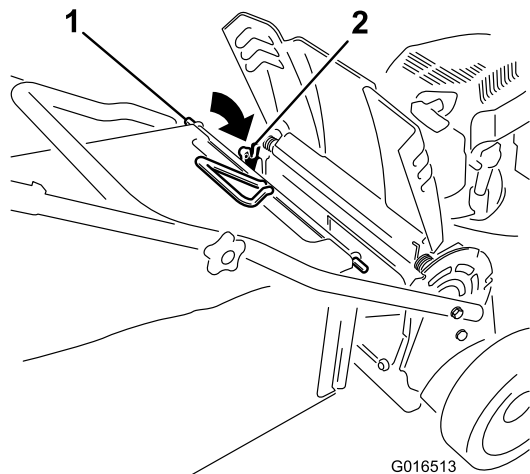

Figure 26
3. Installez la tige de bac dans les crans à la base du guidon et déplacez le bac d'avant en arrière pour vérifier que la tige est bien au fond des deux crans ; voir Figure 26.